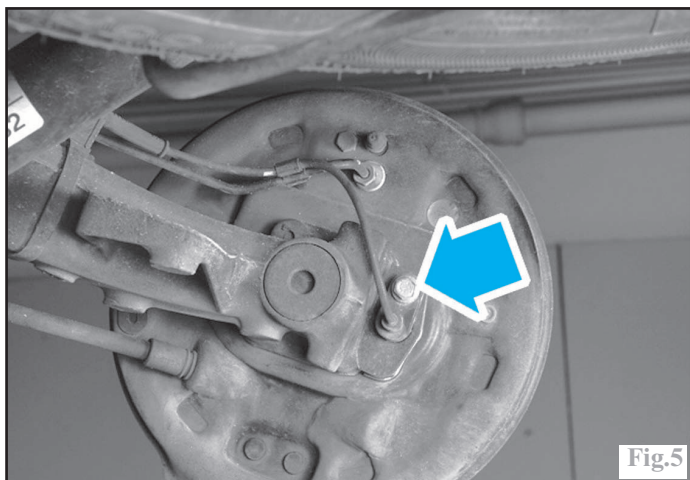

Fig.5
-avec freins à tambour, ils sont fixés en position axiale sur le plateau de frein (Fig.5).